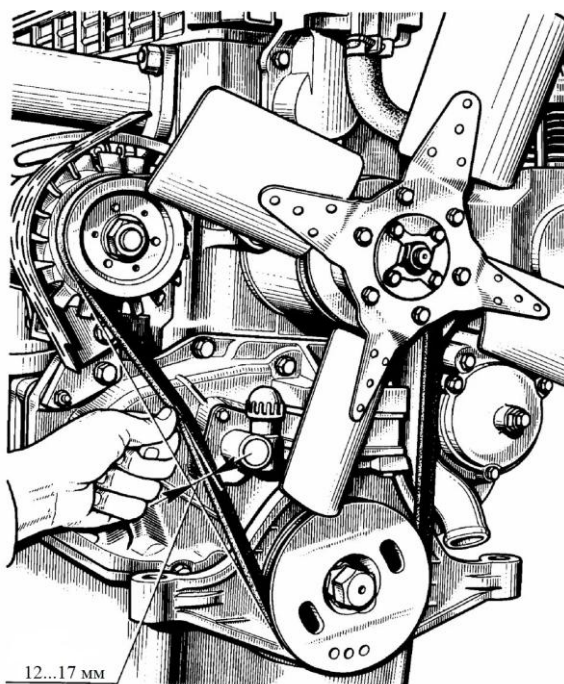

Рисунок 5.25 Натяжение ремней
- ▶ Проконтролировать натяжку ремня*, см. рис. 5.25;
* Натяжение ремня считается нормальным, если прогиб его ветви шкив коленчатого вала – шкив генератора (или шкив компрессора кондиционера) находится в пределах 12-17 мм при нажатии на него с усилием 40 Н, см. рис. 5.25.